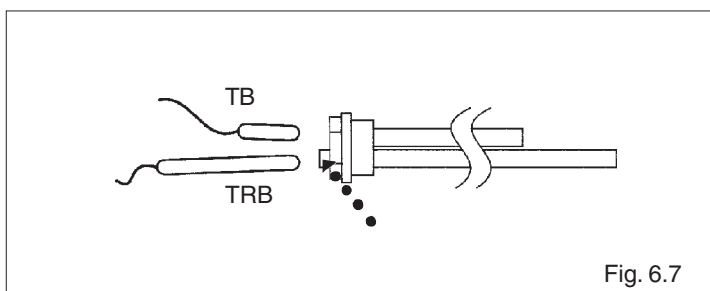

Fig. 6.7
- verificare lo stato della guaina portasonde e l'integrità della guarnizione della flangia (Fig. 6.7)